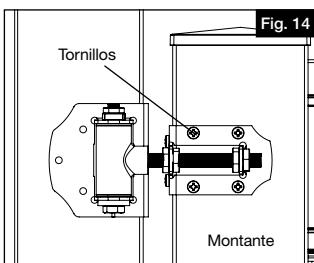

Fig. 14
- b. Marque y taladre agujeros guía de $3/32"$ en el montante superior e inferior. Fíjela con seis tornillos de 1.5" (suministrados con la bisagra) en la parte delantera y lateral del montante (Fig. 14). Repita la operación para la bisagra inferior.